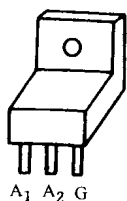
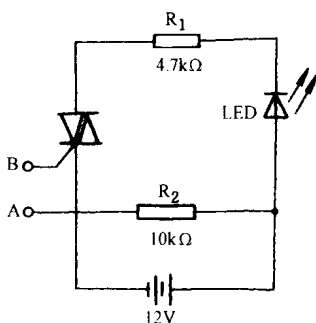

图 1-2
图 1-3 双向可
(4)双向可控硅损坏。可控硅击穿是可控硅式调光台灯的常见故障,可用万用表检查。正常情况下,G 极与 A_1 极(见图 1-2)正反向电阻较小($30 \sim 50\Omega$),G 极与 A_2 极、 A_1 极与 A_2 极正反向电阻为无穷大。还可以用以下方法检查,即按图 1-3 将可控硅接入电路,发光二极管 LED 应不亮;用一根导线将 A、B 两点迅速连通一下,LED 应立即发光并保持下去,否则说明双向可控硅损坏,应予以更换。